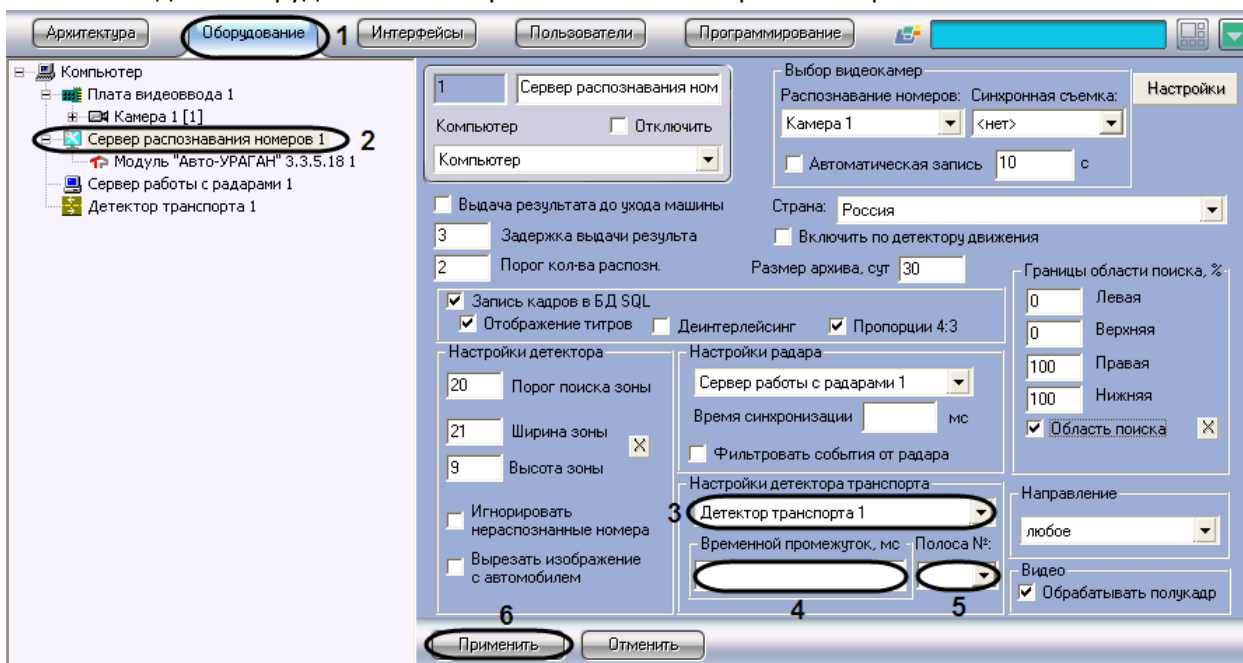

Рис. 7.2-20. Настройка совместной работы Сервера распознавания номеров и программного модуля «Детектор транспорта»
1. В диалоговом окне «Настройка системы» перейти на вкладку «Оборудование» (см. Рис. 7.2-20, 1).
2. В дереве объектов на вкладке «Оборудование» выбрать объект «Сервер распознавания номеров», соответствующий активированному программному модулю «Авто-УРАГАН 3.3.5.18», «CARMEN-паркинг» или «CARMEN-Авто» (см. раздел «Активация программного модуля, используемого для распознавания номеров», Рис. 7.2-20, 2). В правой части вкладки «Оборудование» отобразится панель настройки выбранного объекта.
3. Выбрать объект «Детектор транспорта» из списка доступных детекторов в системе (см. Рис. 7.2-20, 3). В данном списке требуется выбрать объект «Детектор транспорта», который направлен на ту же полосу дорожного движения, что и видеокамера, работающая совместно с Сервером распознавания номеров.
4. Указать время в поле «Временной промежуток, мс», в течение которого автомобиль должен проехать расстояние от участка дороги, где происходит определение параметров транспортного потока программным модулем «Детектор транспорта», до участка дороги, где происходит определение номерного знака транспортного средства Сервером распознавания номеров (см. Рис. 7.2-20, 4). Параметр «Временной промежуток, мс» выражается в миллисекундах.
5. Выбрать полосу дорожного движения из всех полос разметки для программного модуля «Детектора транспорта» (см. раздел «Настройка программного модуля «Детектор транспорта»»), на которую настроена видеокамера Сервера распознавания номеров (см. Рис. 7.2-20, 5).
6. Нажать кнопку «Применить» (см. Рис. 7.2-20, 6).